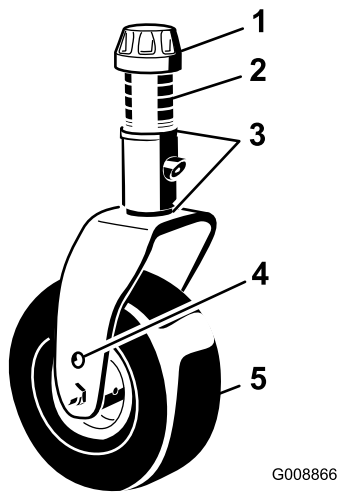

Figura 29
3. Ajuste los suplementos de 3 mm de las horquillas de las ruedas giratorias delanteras hasta que la altura de corte se corresponda con la marca de la pegatina (Figura 29); consulte Ajuste de la altura de corte \(página 27\).